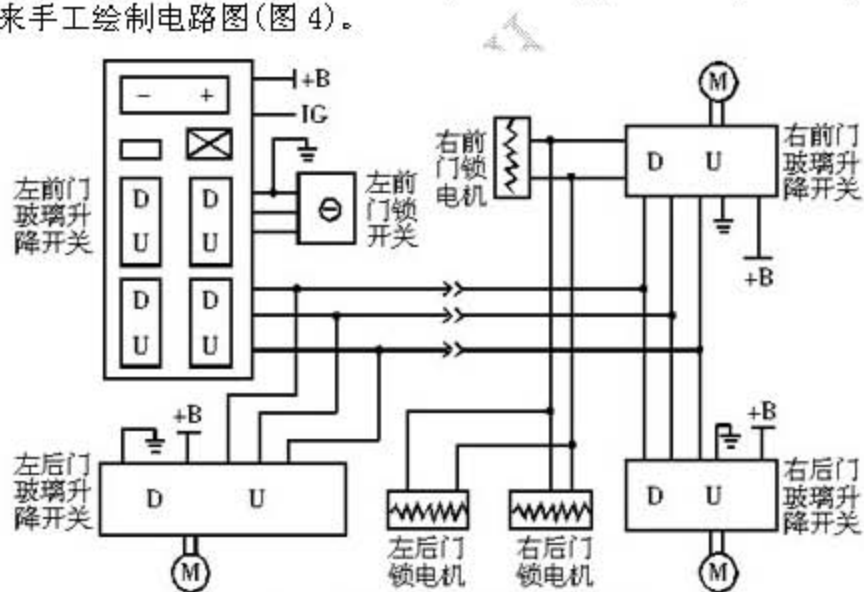

图4 门锁、电动车窗系统线路
- 2). 由于未找到该车型相关线路图, 而此车故障却需要根据电路图来摸清控制原理, 于是笔者采用了较笨的办法, 将 4 个车门内饰板拆下, 然后拔出门锁电机和电动车窗电机的导线以及相应车门上的控制单元, 再根据导线的颜色和走向来手工绘制电路图(图 4)。